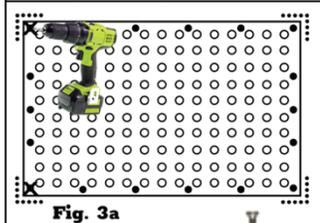
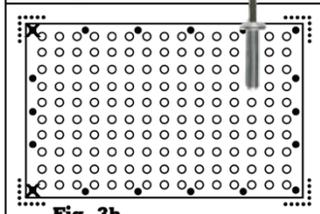

Fig. 3a
Fig. 3b
4. Ponga la baldosa en su ubicación marcada. Con una broca para mampostería de 1/4", haga hoyos de un mínimo de 2" (Fig. 3a) e inserte dos pasadores de impulsión. (Fig. 3b) **NOTA: No insertar los pasadores todavía ya que sirven para mantener la baldosa en su lugar mientras haga los demás hoyos.**